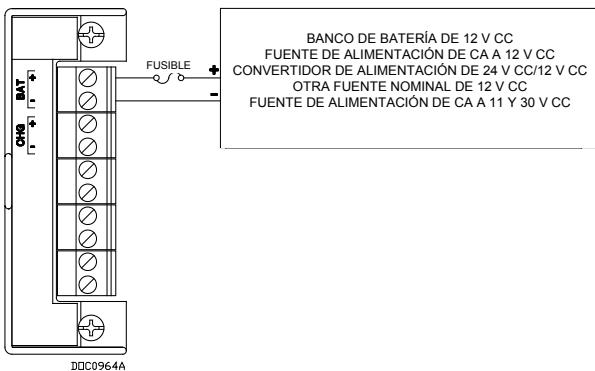

Figura 5. Fuente de alimentación de 12 Vcc y cableado de BAT+/BAT-
- la fuente de 12 V cc hasta el sujetador debajo del tornillo de terminación adecuado BAT+/BAT- (vea la Figura 5) O
- la fuente de 24 V cc hasta el sujetador debajo del tornillo de terminación adecuado +/- . El terminal + también debe tener un fusible (vea la Figura 5) O
- la fuente de 11-30 V cc hasta el sujetador debajo de los tornillos de terminación adecuados +/- (vea la Figura 5)